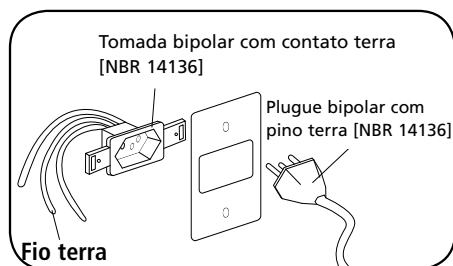

Fig. 8
- Ligar o cooktop em uma tomada bipolar com contato terra de 20 A, 3 pinos redondos [diâmetro dos pinos 4,8 mm] devidamente aterrada [NBR 14136][Fig. 8], exclusiva, de fácil acesso, em excelente estado, dimensionada de acordo com o circuito de proteção.